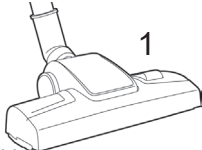

Bild 5
Die Bodensaugdüse können Sie mit dem Umschalter (1) zum Saugen von **Teppichböden** oder **Hartböden** einstellen. (Bild 5)